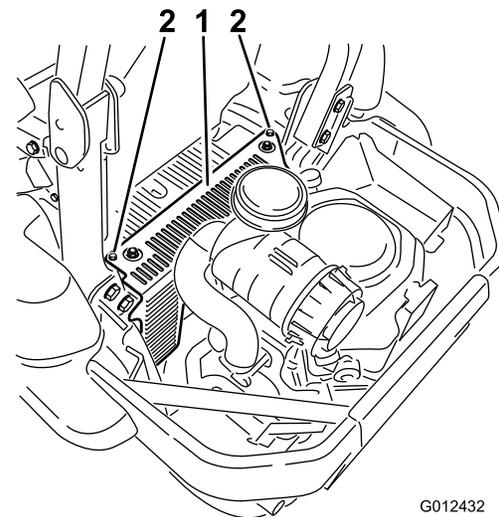

Bild 56
3. Entfernen Sie die zwei Schrauben, mit denen die Haube der Hydraulikanlage befestigt ist (Bild 56).
5. Setzen Sie die linke Haube der Hydraulikanlage auf (Bild 56).